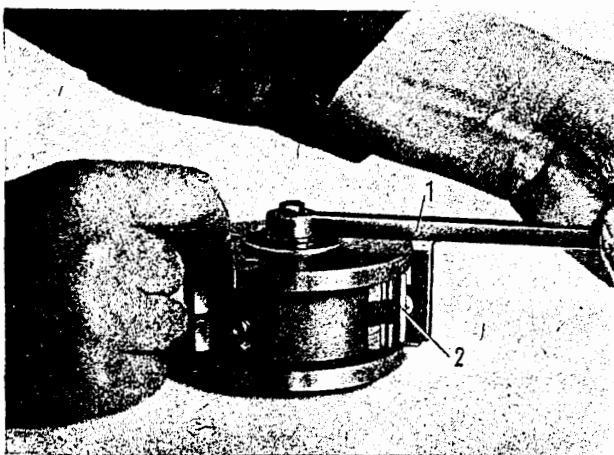

Bild M 197. Haltefeder (2) mit Haltefederschlüssel (1) (Werkzeug Nr. W 218) montieren
3. Haltefeder mit Haltefederschlüssel (Werkzeug Nr. W 218) montieren (Bild M 197).